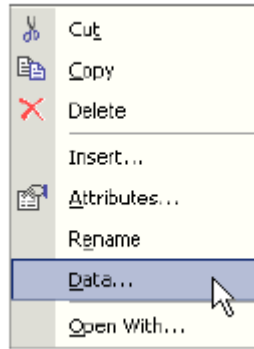

图 6.19: 鼠标右击弹出对话框
- 鼠标右击弹出对话框中选择 ‘Data’ 命令（如图 6.19 所示）